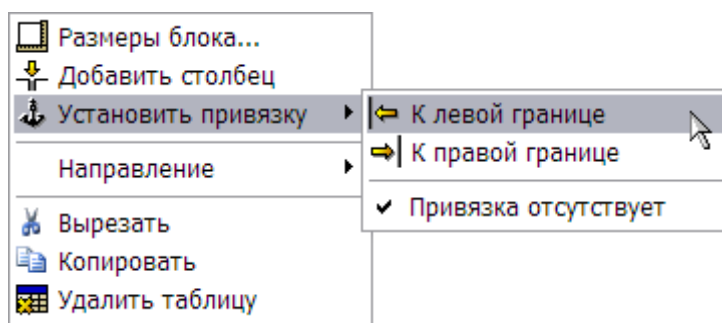

Рис. 5.60
4. В выпадающем меню выберите привязку к левой или правой границе (Рис. 5.60).